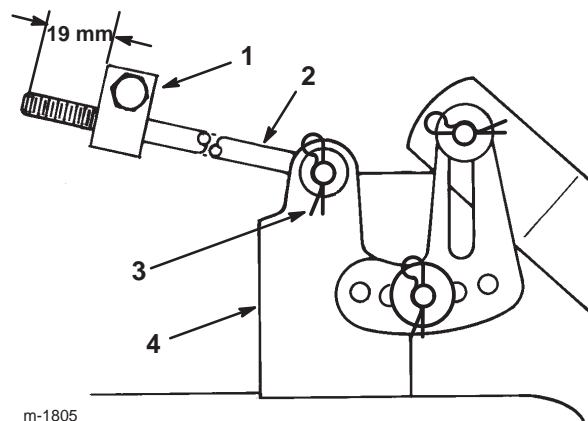

Figure 45
11. Mesurez la longueur de tige qui dépasse de l'avant du bloc de réglage sur les côtés du châssis (Fig. 45). Si la longueur n'est pas égale à 19 mm, enlevez la goupille fendue et la rondelle de l'extrémité de la tige (Fig. 45), puis vissez ou dévissez la tige jusqu'à obtention de la longueur requise (19 mm).